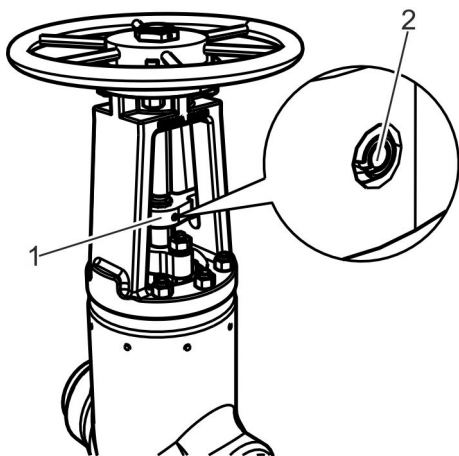

Abb. 26: Verdrehsicherung befestigen
15. ► Falls Verdrehsicherung vorhanden: Verdrehsicherung (Abb. 26/2) montieren.